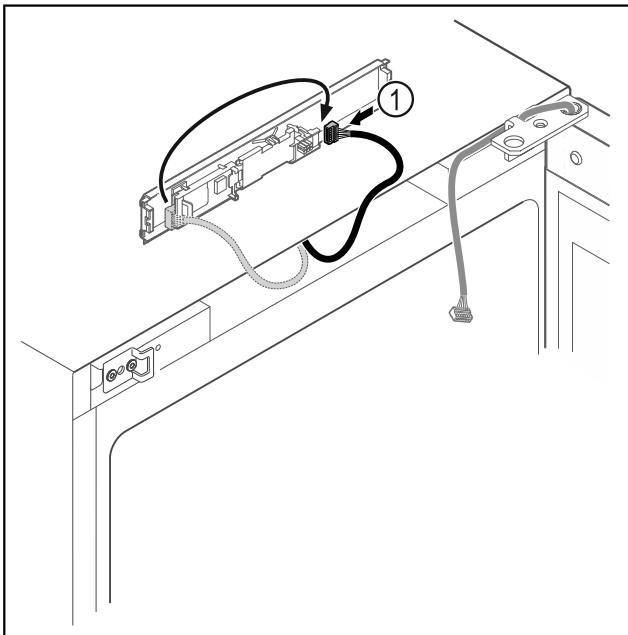

Fig. 17
► Переставити штекер *Fig. 17 (1)* на плиті.